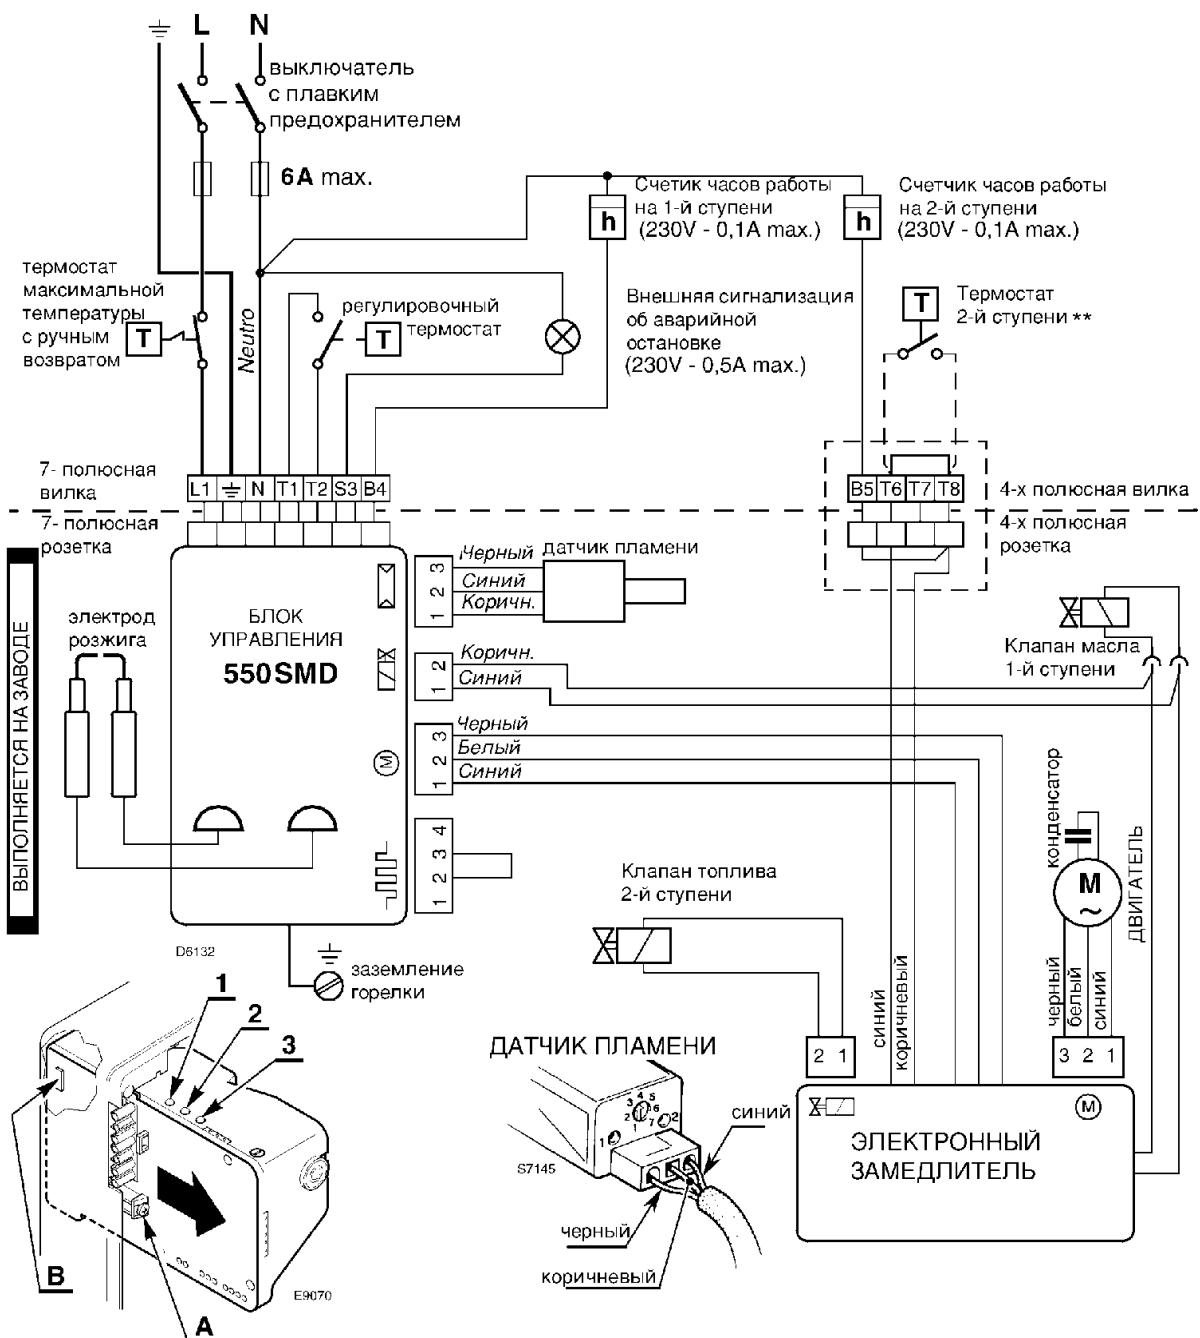

Рис. 11
➤ Для того, чтобы снять с горелки блок управления, ослабьте винт (A, рис. 11) и, отсоединив все компоненты, потяните в направлении стрелки 7-штырьковую вилку с проводом заземления. При установке на место **закрутите винт (A) с моментом силы 1 – 1,2 Н*м**.
➤ Если горелка устанавливается на генератор теплого воздуха, уберите на блоке управления мостик **B** (рис. 11).